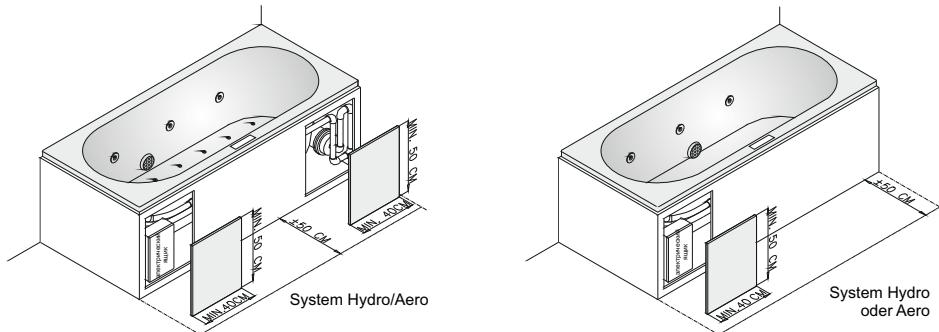

Fig. 5. Inspektionsluken
- Inspektionsluken (min. 40 x 50 cm) für Wartungsarbeiten (zumindest an den Motoren). Vor den Öffnungen muss mindestens 50 cm freier Raum sein, um die Technik erreichen zu können (siehe Abb. 5). Des Weiteren empfiehlt RIHO die Installation einer Serviceluke in der Nähe der Überlauföffnung.
Für Wartungsarbeiten müssen die Wannenschürze oder die Fliesen mit einer spritzwasserdichten Luke (min. 40 x 50 cm) ausgestattet sein. Solch eine Luke muss für jeden Motor und die Heizung vorgesehen werden. Vor der Luke muss mindestens 50 cm Platz sein, um den freien Zugang zu der Elektronik zu gewährleisten (siehe Fig. 5). Weitere Informationen zu der exakten Position der Luken finden Sie im RIHO Technikkatalog. Der RIHO-Wartungsdienst kann die Motoren nicht warten, wenn keine oder zu kleine Luken vorhanden sind. Um einen optimalen Zugang zu den Motoren zu ermöglichen, empfiehlt RIHO, die entsprechenden Schürzen zu verwenden (falls für die Badewanne vorhanden).